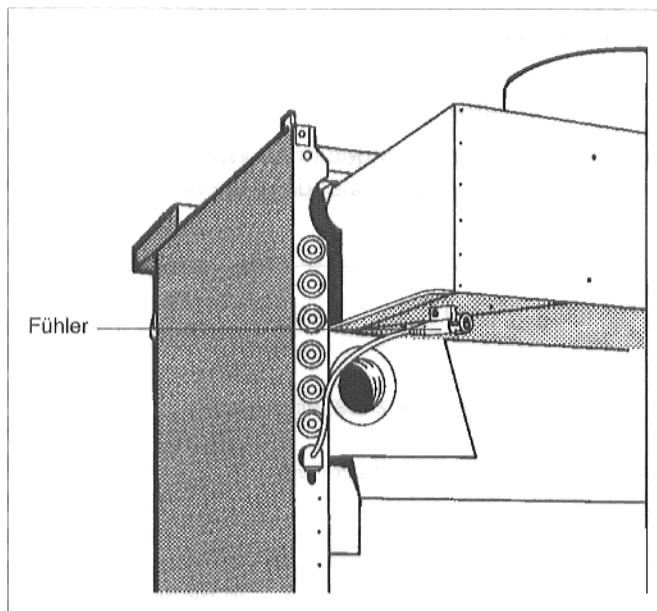

Abb. 26: Fühler Abgasüberwachung
- Abgastemperaturfühler von der Strömungssicherung abschrauben (Abb. 26).